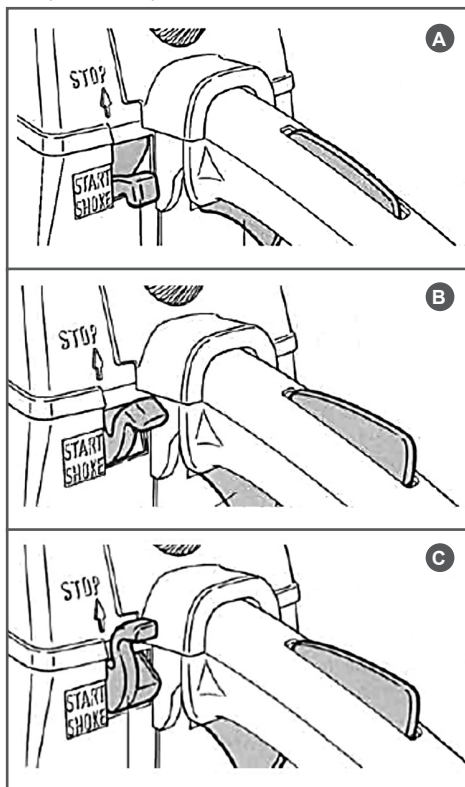

Рис. 10 Положение комбинированного рычага управления
5. Нажмите правой ладонью одновременно на рычаг газа и рычаг блокировки рычага газа, левой рукой установите комбинированный рычаг управления в положение «СНОКЕ» (Рис. 10А).